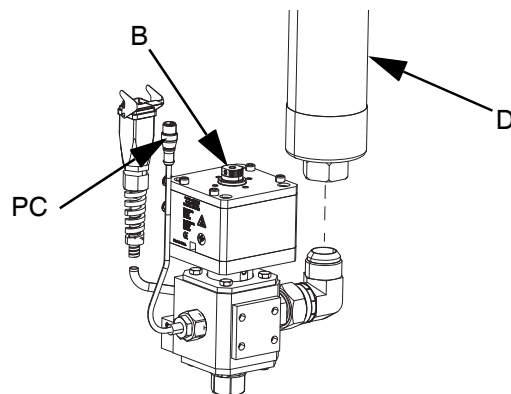

FIG. 21
- 7. Se si usano due tubi flessibili, collegare il tubo di alimentazione 2 (D) al raccordo di ingresso sulla valvola di erogazione (B). Se si usa un solo tubo flessibile, collegare il tubo di alimentazione 1 (C) al raccordo di ingresso sulla valvola di erogazione (B). Vedere FIG. 21.